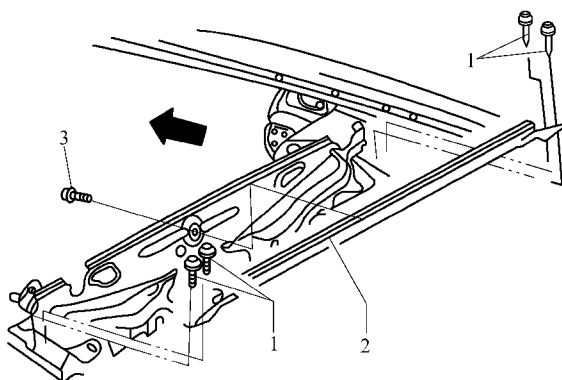

图 3-2-28 旋下圆头内梅花螺栓并取出圆顶支柱
6) 旋下圆头内梅花螺栓 1 和 3, 取出圆顶支柱 2, 如图 3-2-28 所示。